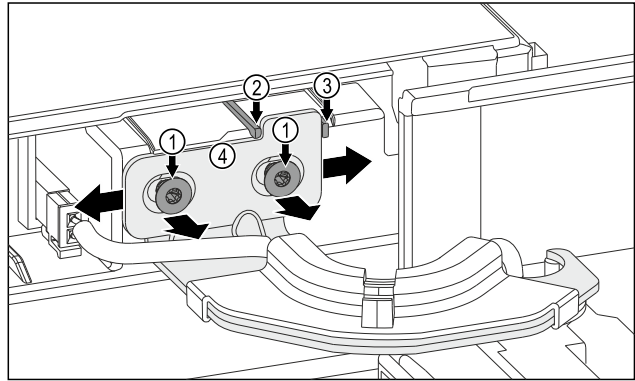

Fig. 12
- ▶ Poluzować obydwie śruby Fig. 12 (1).
- ▶ Przesunąć drzwi w prawo: Wyjąć bolec zabezpieczający Fig. 12 (3).
- ▶ Przesunąć drzwi w lewo: Wyjąć bolec zabezpieczający Fig. 12 (2).
- ▶ Pozycja krańcowa drzwi jest osiągnięta: Dokręcić obydwie śruby Fig. 12 (1).